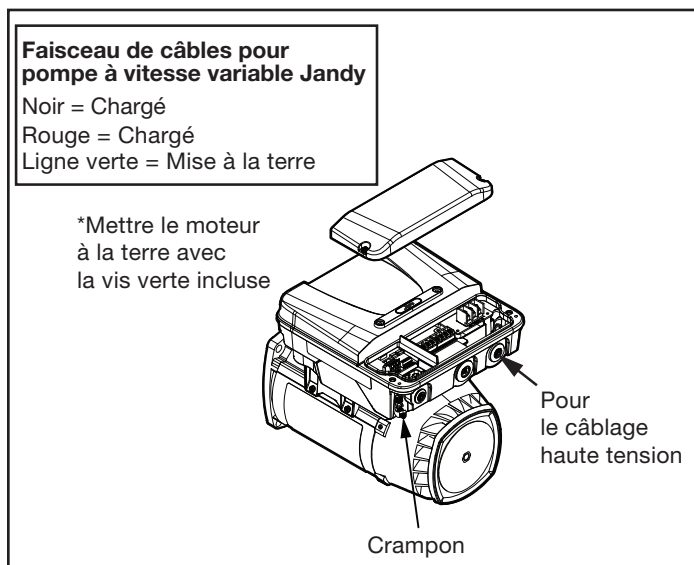

Figure 10. Mise à la masse externe Jandy
6. Mettez le moteur à la terre de façon permanente à l'aide du fil vert de mise à la terre, comme indiqué à la figure 10. Utilisez la bonne dimension et le bon type de fil, tel que précisé par le National Electric Code (NEC) et le Code canadien de l'électricité (CEC). Assurez-vous que le fil de mise à la terre est connecté à la masse d'un service électrique.
7. Reliez le moteur à la structure de la piscine conformément au National Electric Code (NEC) et au Code canadien de l'électricité (CEC). Utilisez un conducteur en cuivre massif de calibre 8 AWG ou supérieur (US). Faites passer un fil du crampton externe à la structure de mise à la masse de la piscine, comme indiqué à la figure 10.
8. Connectez les fils rouge et noir de la pompe aux deux connexions côté ligne sur le relais de la pompe de filtration, comme illustré à la Figure 10.